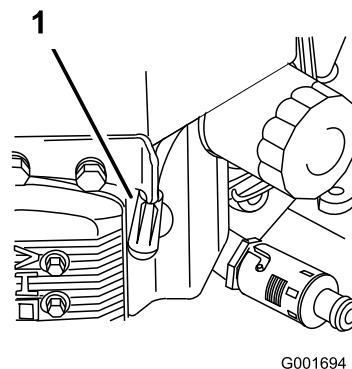

Figura 37
3. Scollegate i cappellotti dalle candele (Figura 37).